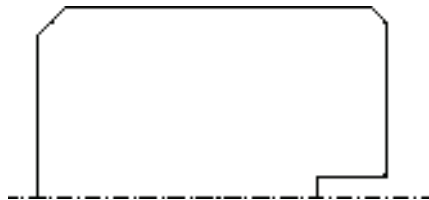

图 4-91 修剪偏移直线
7) 将延伸后的直线设为“细实线”图层, 结果如图 4-91 所示。